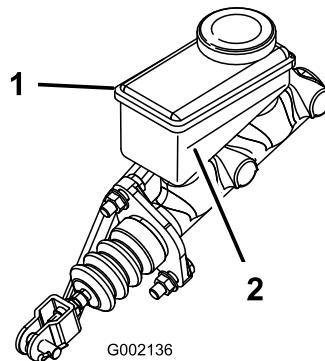

Figura 45
2. Mire el nivel de aceite en el lateral del depósito (Figura 45).
- B. Añada líquido de frenos DOT 3 al depósito hasta que el nivel esté por encima de la línea Mínimo (Figura 45).